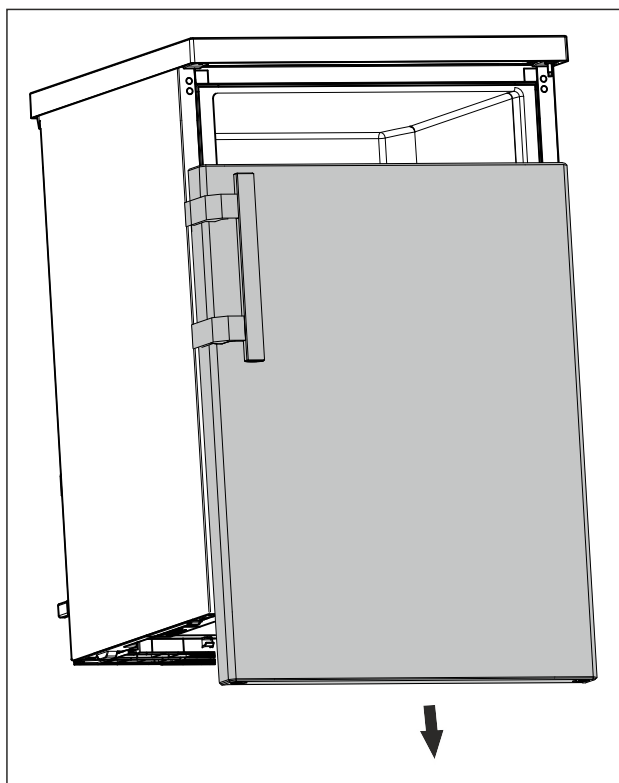

Fig. 14
- Sejměte dvířka směrem dolů. (viz Fig. 14)